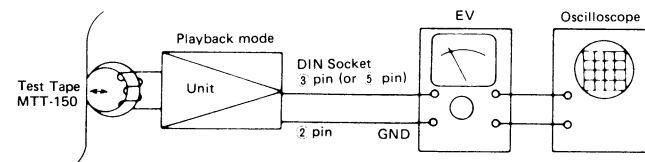

Figure 9-2
1. Connect instruments as shown in Fig. 9-2.
1. Die Instrumente gemäß Abb. 9-2 anschließen.
1. Brancher les instruments comme cela est indiqué dans Fig. 9-2.